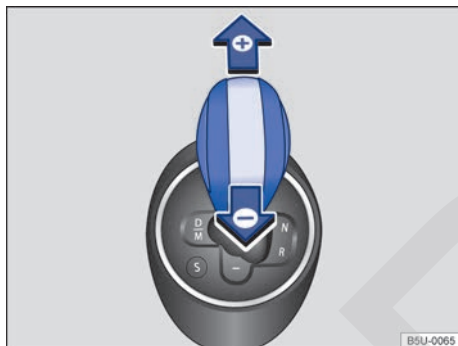

Fig. 104 Palanca selectora en la posición para conducción de marcha en modo manual.
- Mover la palanca selectora hacia adelante  o hacia atrás  para colocar las marchas altas o bajas ⇒ fig. 104.